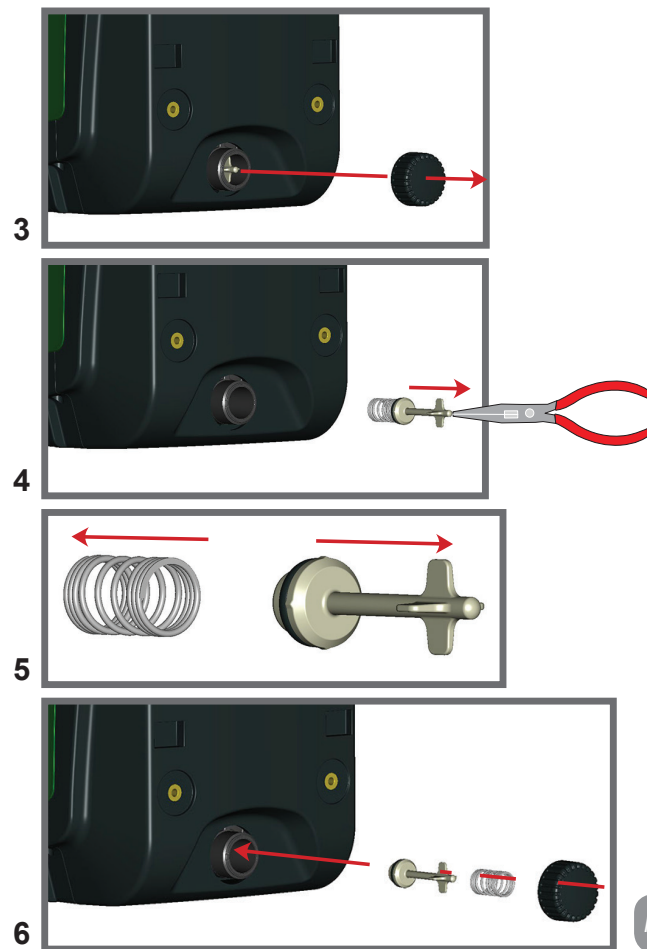

Рисунок 19
- 3 - снимите пробку слива, соблюдая осторожность, чтобы не уронить кольцевую прокладку (Рис.19);